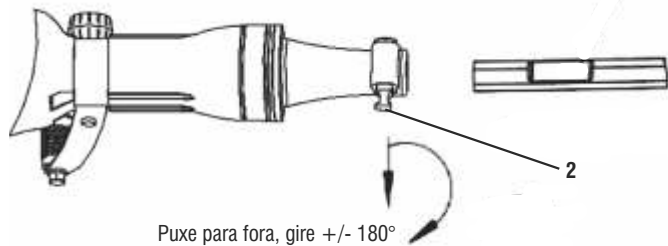

fig. 1 - dibujo demostrativo de la fijación de los accesorios
Asegúrese siempre que el equipamiento esté apagado antes de instalar o extraer accesorios. Puje el tope (2) y gire 180° en sentido anti horario. Encaje el accesorio en el acoplamiento hexagonal del equipamiento. Gire el tope nuevamente para la posición original. Observe que el rebaje del accesorio esté orientado para el eje del perno tope - fig. 1.